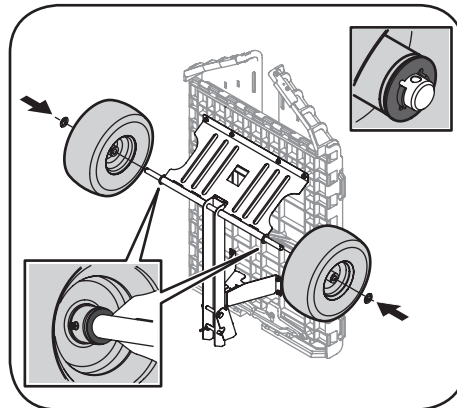

Figura 3-3
4. Deslice la arandela plana interior del paquete de elementos de ferretería, el neumático y la arandela con brida exterior del paquete de elementos de ferretería en el eje, tal como se muestra en la Figura 3-3. Asegúrese de que el vástago de la válvula de la llanta del neumático esté mirando hacia afuera.